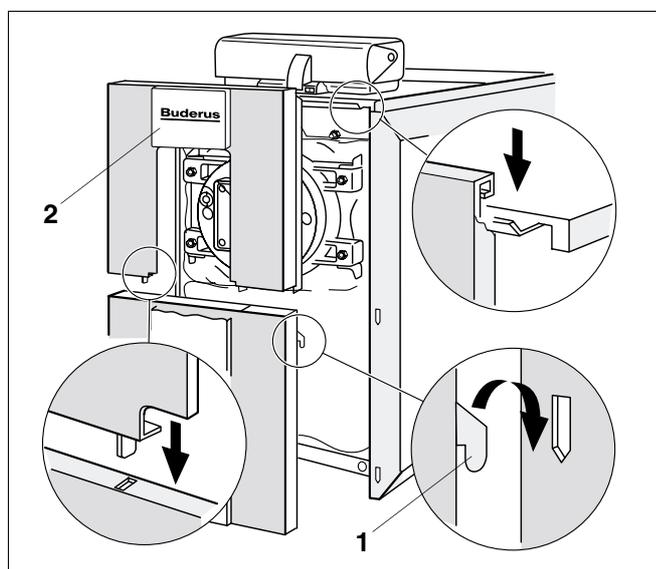

Fig. 22 Fissare il pannello anteriore superiore ed inferiore
- Agganciare il pannello frontale inferiore con i 4 ganci sporgenti (fig. 22, **pos. 1**) negli intagli della piegatura dei pannelli laterali.
- Inserire le alette sporgenti del pannello anteriore superiore negli intagli del pannello anteriore inferiore e agganciarle in alto nella piegatura della copertura anteriore della caldaia (fig. 22).
- Agganciare gli elementi di copertura superiore ed inferiore con i ganci nei pannelli anteriori (fig. 22).
- Fissare la targhetta caldaia (fig. 22, **pos. 2**) al pannello anteriore.